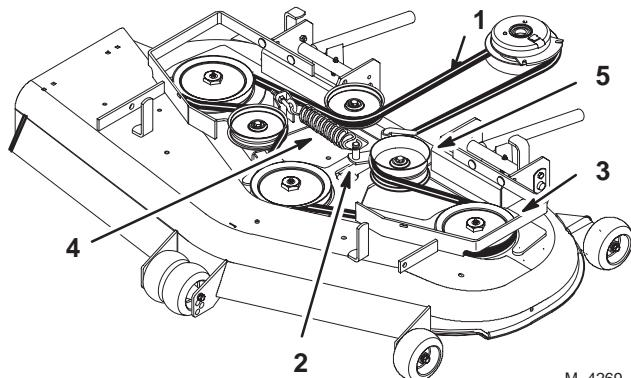

Figure 71
- Déposez la courroie. Commencez à la poulie extérieure et tournez la courroie pour la déposer (Fig. 71).
- Remettez la poulie de tension en place et installez la courroie sur les autres poulies (Fig. 71).